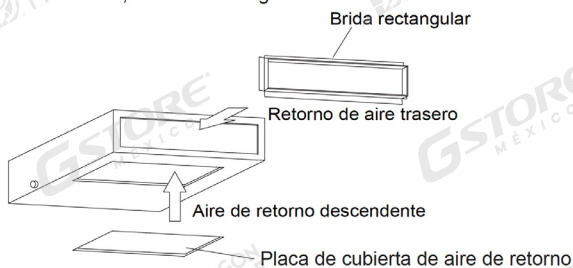

Fig. 11
1. La ubicación predeterminada del flanco rectangular está en la parte trasera y la cubierta del retorno de aire en el fondo como se muestra en la Fig. 11